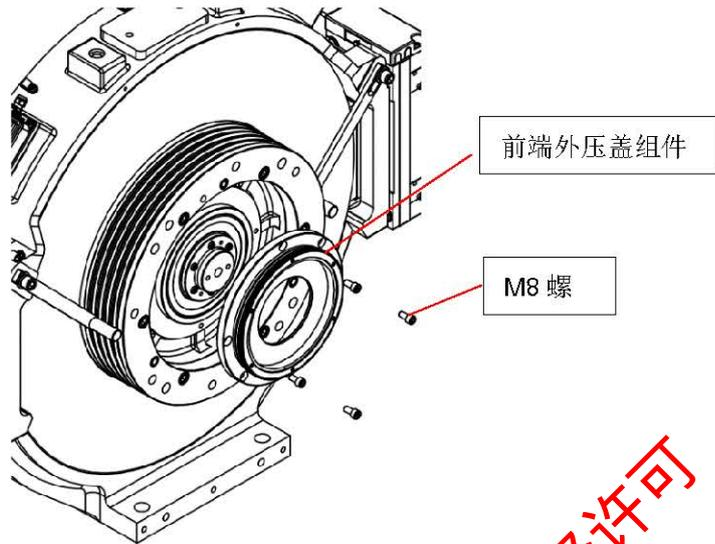

图 8-4 编码器环组件拆卸示意图
- c. 按图 8-4 所示，拆除固定前端外压盖组件的 M8 螺栓，将前端外压盖组件从制动轮上拆除，更换安装新的前端外压盖组件，锁紧安装螺栓。